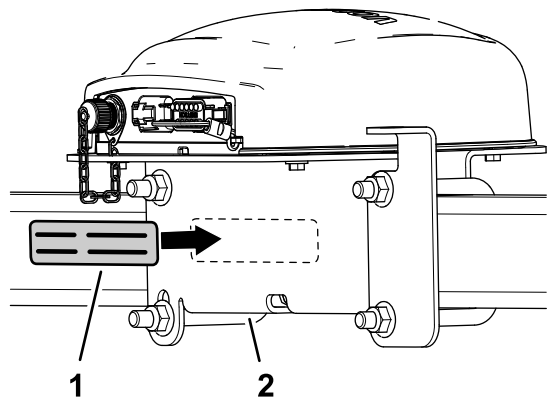

Figure 146
- Apposez l'étiquette du numéro de série sur le support de récepteur (Figure 146).